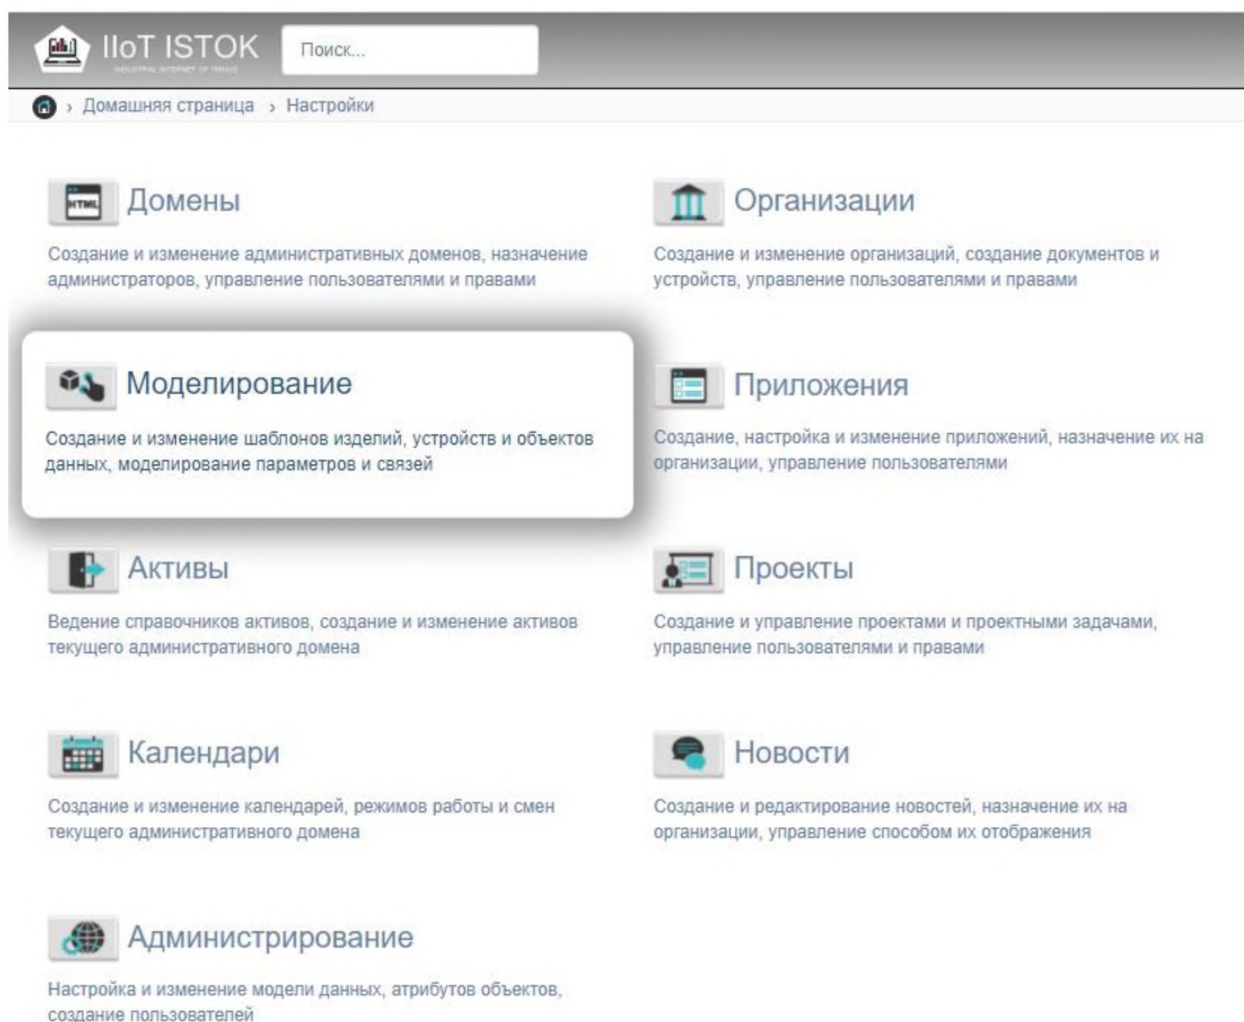

Рисунок 28 – Меню настроек. Раздел **Моделирование**
- 1) Выберите раздел **Настройки** → **Моделирование** (рис. 28).